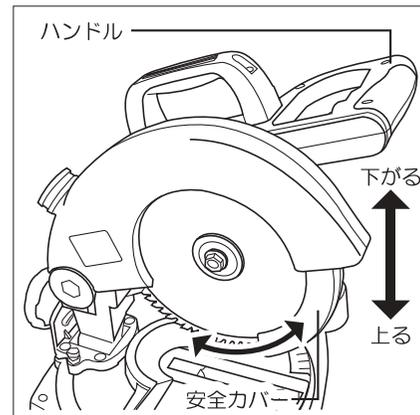

図28
- 安全カバーは、ハンドルを下げると自動的に上がり、切り終わってハンドルを上げると元に戻ります。(図28参照)